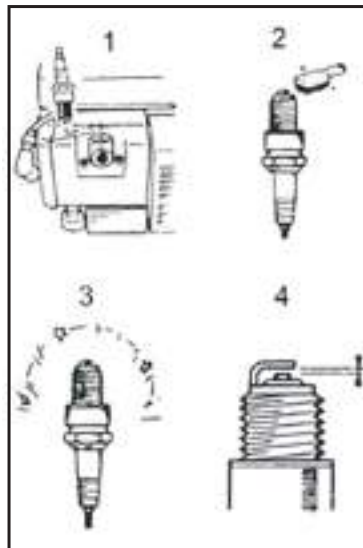

Рис. 6
1. Закройте топливный кран (Рис. 6)